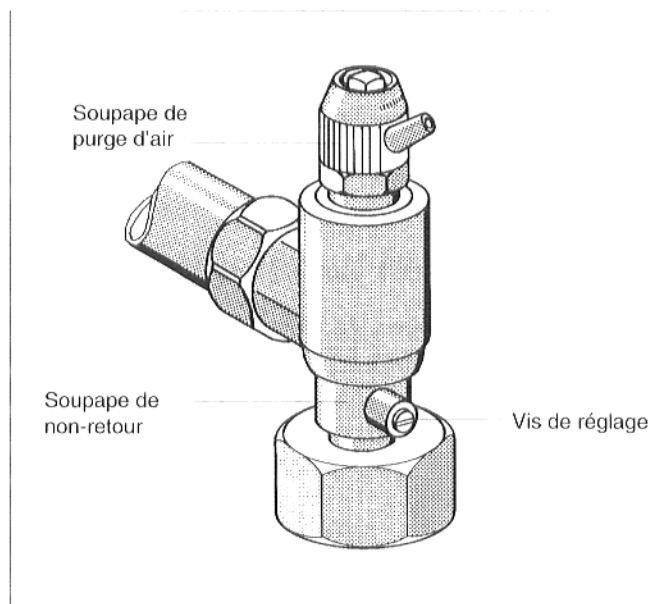

Fig. 10 : soupape de non-retour avec soupape de purge d'air
- Mettre la fente de la vis de réglage de la soupape de non-retour en position verticale (toujours ouvert) (fig. 10).
- Ouvrir la soupape de purge d'air (fig. 10).